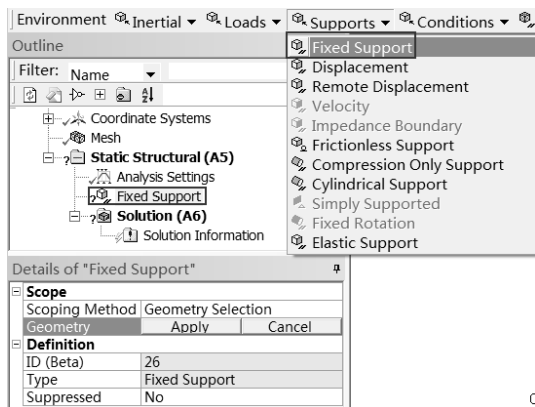

图 5-20 添加固定约束
Step2：选择 Environment 工具栏中的 Supports（约束） Fixed Support（固定约束）命令，此时在分析树中会出现 Fixed Support 选项，如图 5-20 所示。